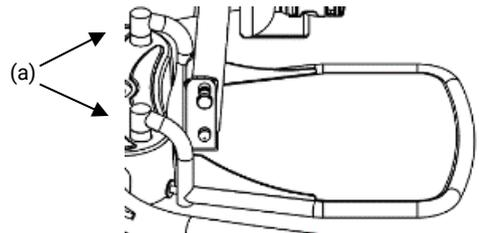

Fig. 1.6D
3. Setzen Sie die Fußplatte ins Fahrgestell ein. Sorgen Sie dafür, dass die Fußplatte korrekt montiert ist, dann hören Sie, wie die Halterung (a) einrastet (Fig. 1.6D).